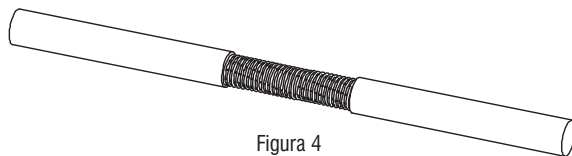

Figura 4
- Faça a emenda em cada condutor, separadamente. No caso da emenda estanhada, envolva um fio fino de cobre em toda sua extensão (conforme a Figura 4):